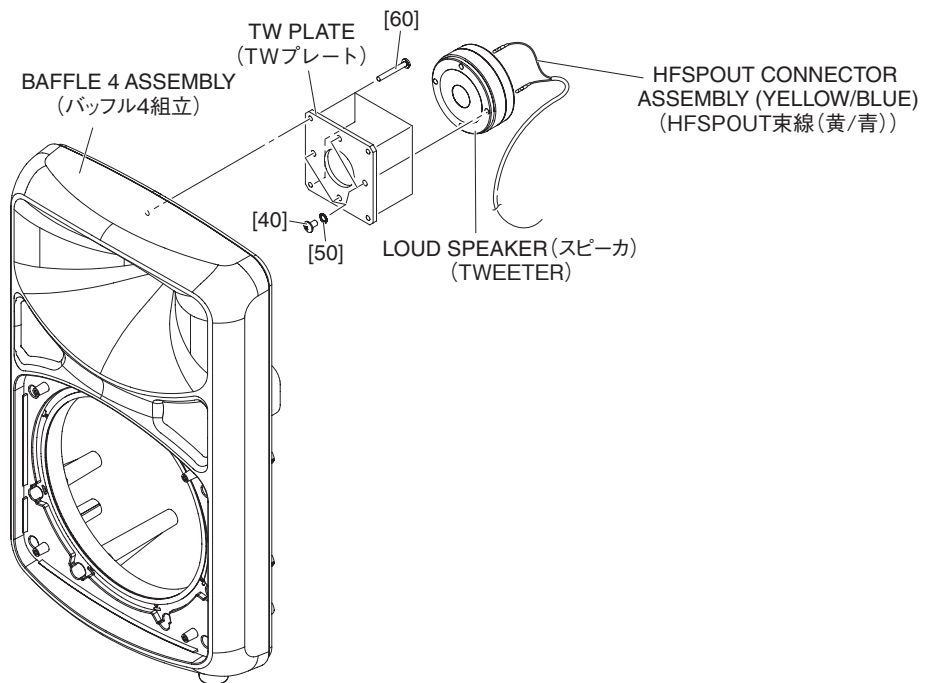
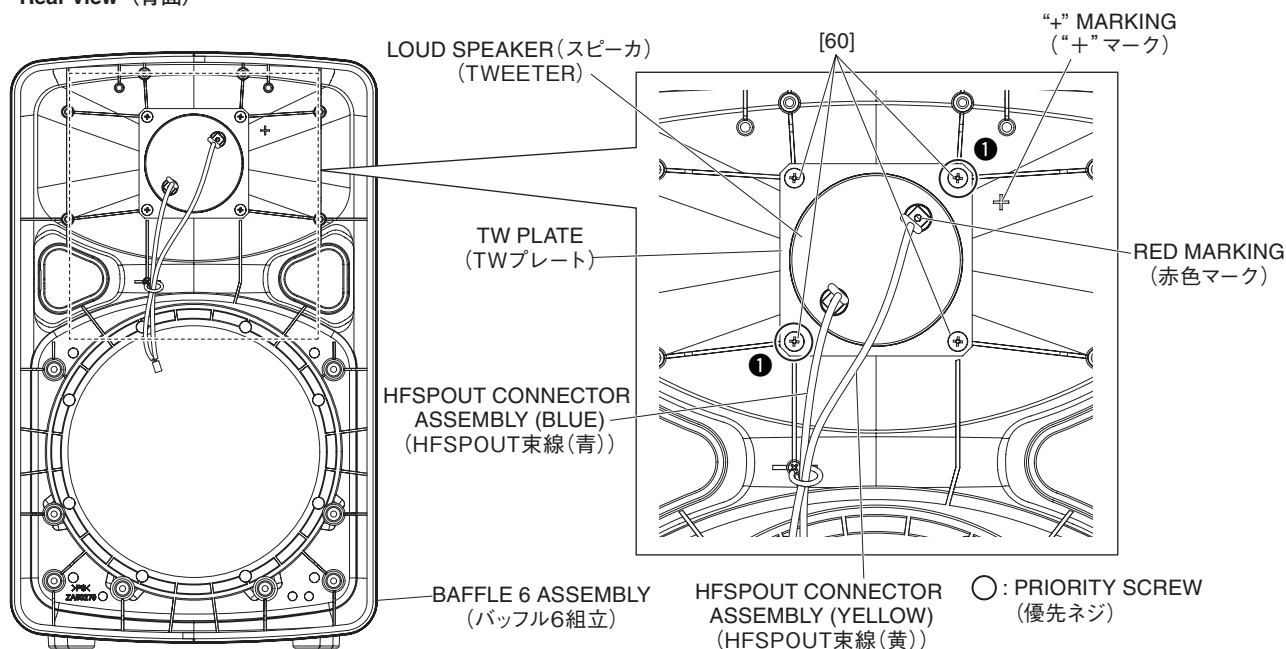

Fig. A-6 (図A-6)
Fig. A-7 (図A-7)
(Fig. A-6, Fig. A-7)
(図 A-6、図 A-7)
A-4-5 Remove the four (4) screws marked [60]. The TW plate can then be removed together with the speaker (tweeter). (Fig. A-6, Fig. A-7)
- * **When installing the TW plate, first match the red marking on the speaker (tweeter) to the "+" marking on the baffle 6 assembly and then tighten the two (2) priority screws. (Fig. A-7)**
A-4-6 Remove the four (4) screws marked [40] and four (4) washers o. tooth marked [50]. The speaker (tweeter) can then be removed from the TW plate. (Fig. A-6)
A-4-5 [60] のネジ 4 本を外して、スピーカ (ツイーター) と共に TW プレートを外します。 (図 A-6、図 A-7)
- ※ TW プレートを取り付けるときは、スピーカ (ツイーター) の赤色マークをバッフル 6 組立の "+" マークの方向に合わせてから、優先ネジ 2 本を先に締めてください。 (図 A-7)
A-4-6 [40] のネジ 4 本と [50] の歯付座金外歯 4 個を外して、TW プレートからスピーカ (ツイーター) を外します。 (図 A-6)